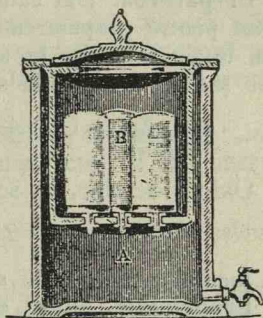

Fig. 175. Filtru fără presiune.
**Filtre.** Apele curgătoare se curăță în mare parte de microorganismele prin curgerea lor. În mod complet microorganismele sunt distruse numai cu ozon. Filtrarea limpezește mai mult apele turburi și înpuținează numai microorganismele din ele. În mare, ca la București, filtrarea se face trecând apa de râu prin nisip așezat pe petriș de o grosime anumită. Filtrele de casă sunt făcute din porțelan nesmălțuit, din cărbune, din asbest, din nisip de infusorii, într'un cuvânt dintr'o materie poroasă. Filtrul *Pasteur-Chamberland*, figura 174, e făcut din porțelan nezmălțuit. Apa împinsă în țeava de canalizare de care e legat filtrul, pătrunde prin porii acestuia și ese cu totul limpede dar cu destule microorganismele, mai ales după o întrebuițare mai lungă. Fig. 175, arată un filtru în care apa se filtrează fără presiune.